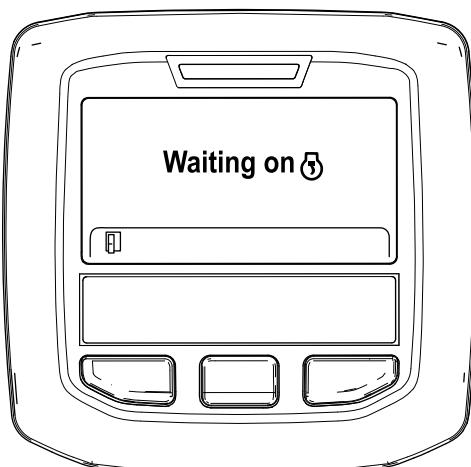

図 43
- B. Waiting on 待機中というメッセージが表示される図 43。